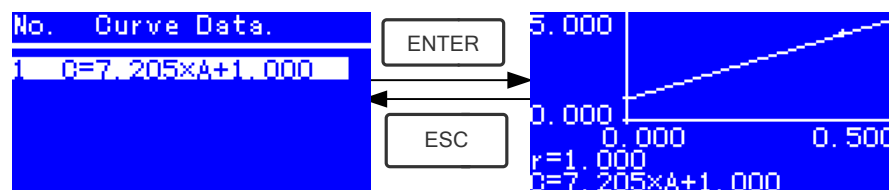

Fig. 4-14
- ★ Mova o cursor até a equação de que você precisa e pressione  para confirmar. Assim, a curva correspondente será exibida na tela. (Fig. 4-14)